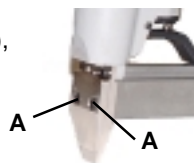

Figure 6
2. Enlever les deux Vis d'Assemblage du Guide Inférieur (**A**), illustré en Figure 6. Le Guide Inférieur et le Patin de Stabilisation sont maintenant enlevés ensemble.